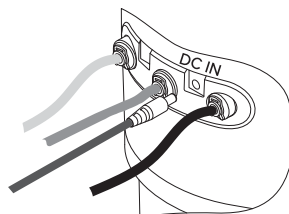

Рис. 11
- Вставьте вилку блока питания в розетку, а штекер, идущий от блока питания, — в разъем на корпусе DWM (рис. 11).